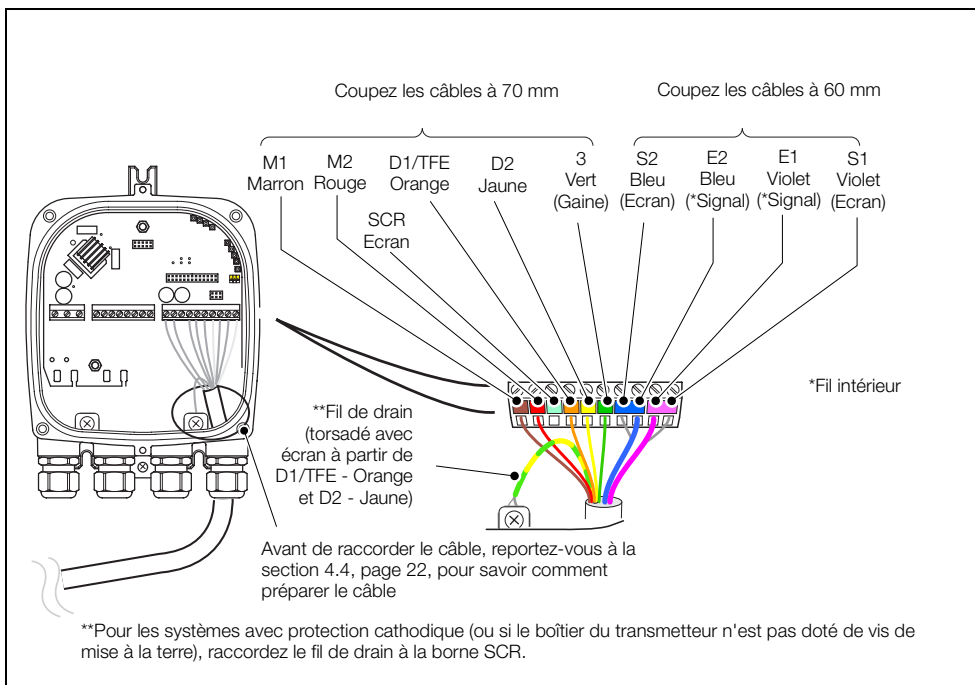

Fig. 4.10 Raccordements du câble du capteur au bornier du transmetteur - Système standard (sans protection cathodique)
3. Coupez les fils de connexion du câble en vous reportant aux longueurs indiquées aux Figures 4.10 et 4.11, page 23.